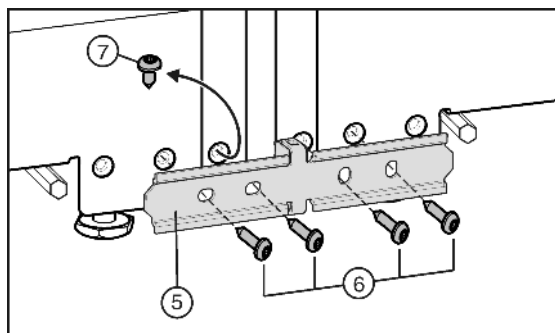

Fig. 6
- ▶ Byl-li váš přístroj vybaven předmontovaným šroubem Fig. 6 (7): Šroub vyšroubujte.
- ▶ Připevněte spojovací plech Fig. 6 (5) na jednom přístroji volně pomocí dvou šroubů Fig. 6 (6).